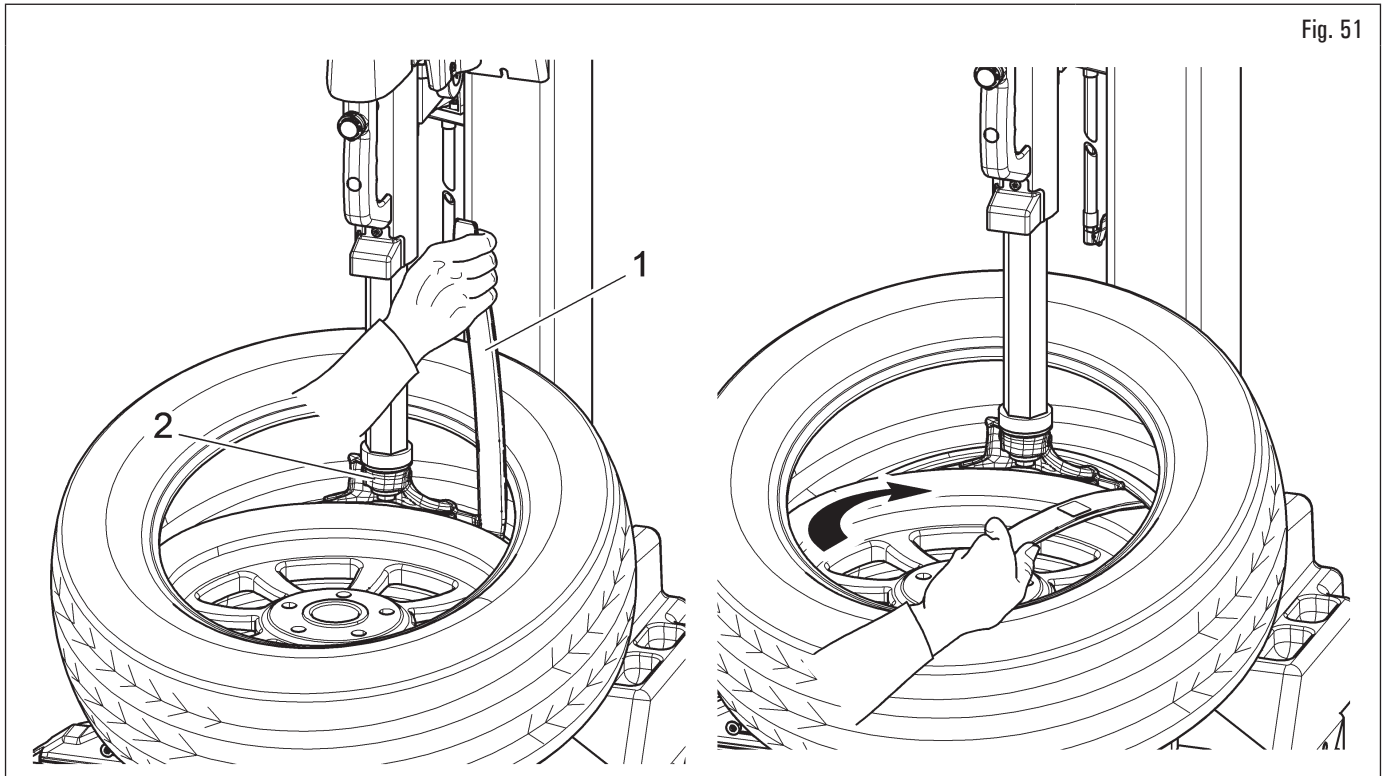

Fig. 51
7. a l'aide du levier (Fig. 51 réf. 1) amener le deuxième talon du pneumatique sur l'onglet de la tête outil (Fig. 51 réf. 2) ;
8. en maintenant le levier (Fig. 51 réf. 1) dans cette position, faire tourner le mandrin dans le sens des aiguilles d'une montre jusqu'à la séparation complète du pneu de la jante ;